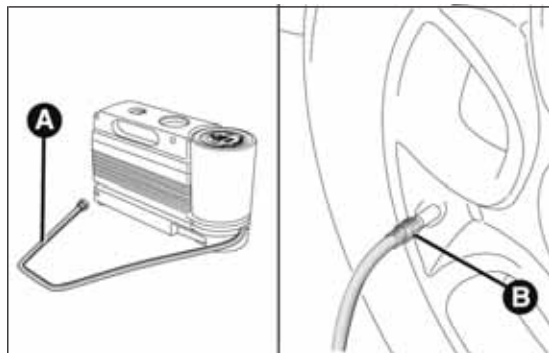

fig. 166
- ❑ **Accionar el freno de mano.** Aflojar el capuchón de la válvula del neumático, extraer el tubo flexible de llenado A fig. 166 y apretar la corona B en la válvula del neumático;